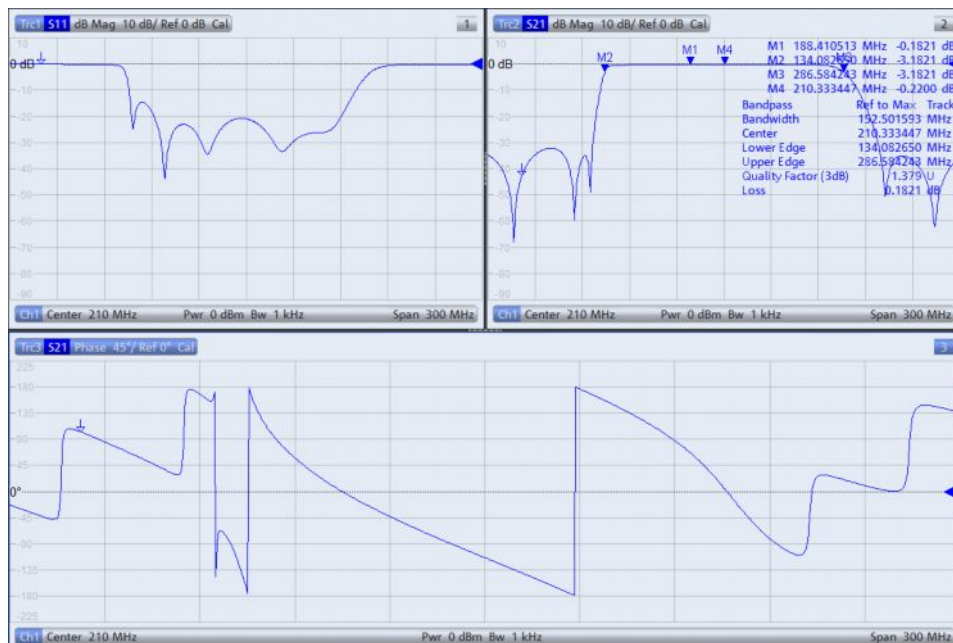

Рис. 5-12 – Отображение всех основных параметров фильтра в отдельных окнах
- Чтобы отобразить все три измеренные значения (коэффициент отражения, коэффициент передачи и фаза) на отдельных графиках (рис. 5-12), нажмите клавишу *DISPLAY* и выберите функцию *Split All* (Разделить все).